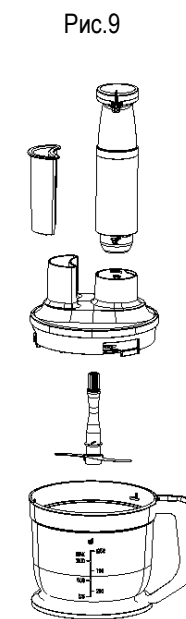

Рис.9
- Порядок установки насадок показан на Рис.9.